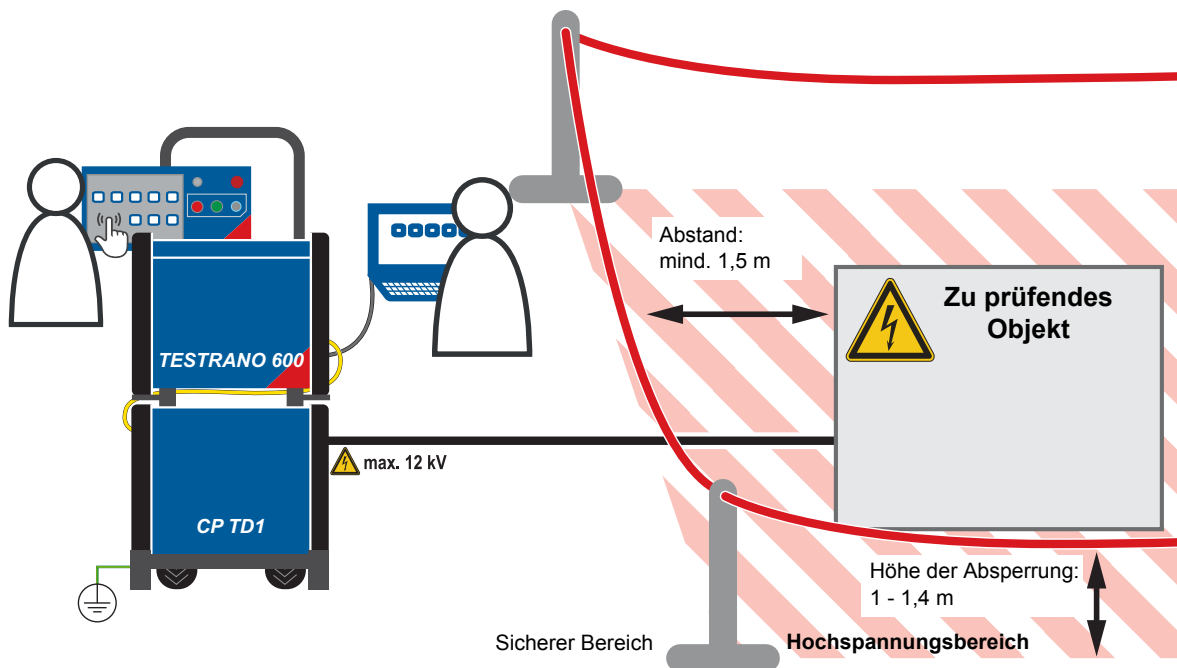

Abbildung 1-1: Trennung zwischen dem sicherem Bereich und dem für die Prüfung mit dem *TESTRANO 600* und dem *CP TD1* definierten Hochspannungsbereich
- ▶ Nehmen Sie die Abtrennung des Arbeitsbereiches vor (siehe Abbildung 1-1: "Trennung zwischen dem sicheren Bereich und dem für die Prüfung mit dem TESTRANO 600 und dem CP TD1 definierten Hochspannungsbereich" auf Seite 6).